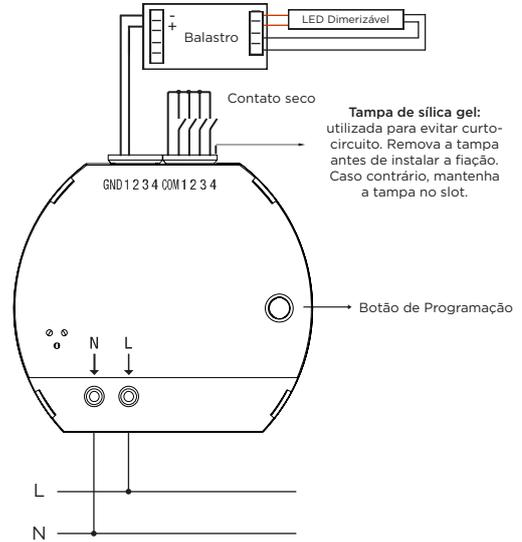

Figura 5. Ligação Elétrica - Exemplo
- Conecte os canais 0-10V DC sempre verificando se os pólos positivo e negativo estão corretos (Figura 5);